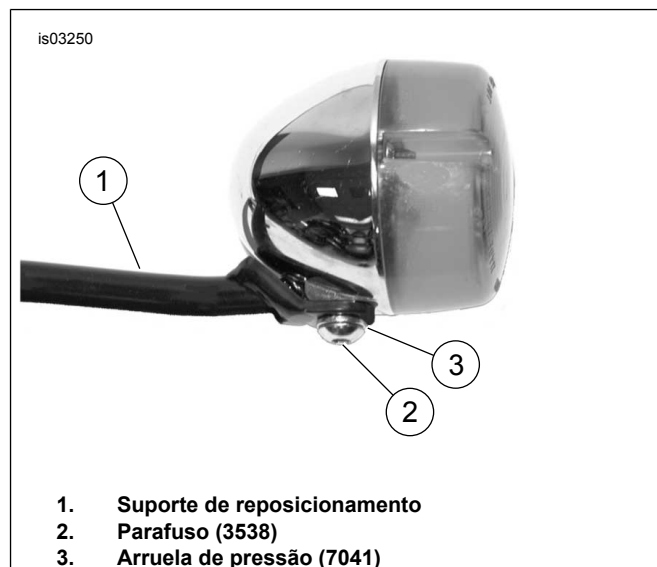
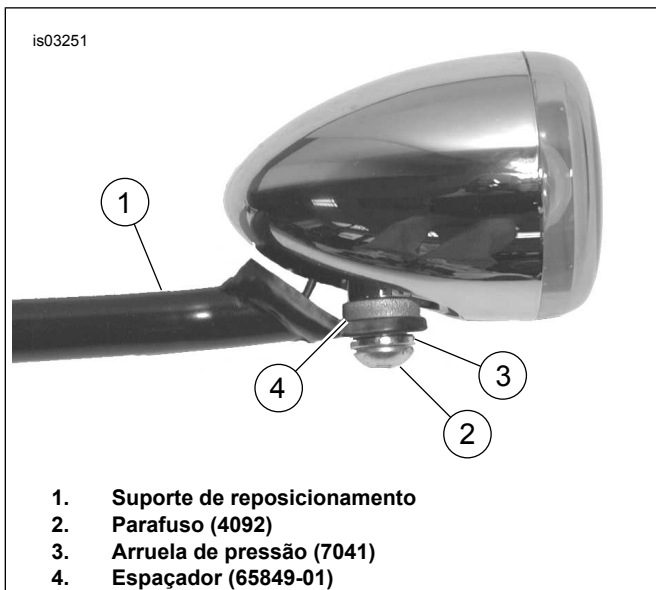

Figura 7. Instalação dos pisca-piscas de 3 pol.
Figura 8. Instalação dos pisca-pisca de 2 3/8 pol.
- a. Veja a Figura 7. Aplique Loctite 243 (azul) nas roscas do parafuso.
- b. Instale o suporte de reposicionamento do pisca-pisca (1) usando o parafuso (2) e a arruela de pressão (3). Aperte com firmeza.
- c. Veja a Figura 8. Aplique Loctite 243 (azul) nas roscas do parafuso.
- d. Instale o pisca-pisca no suporte de reposicionamento (1) usando o parafuso (2), a arruela de pressão (3) e o espaçador (4). O espaçador deve ser instalado entre a lâmpada e o suporte de reposicionamento.